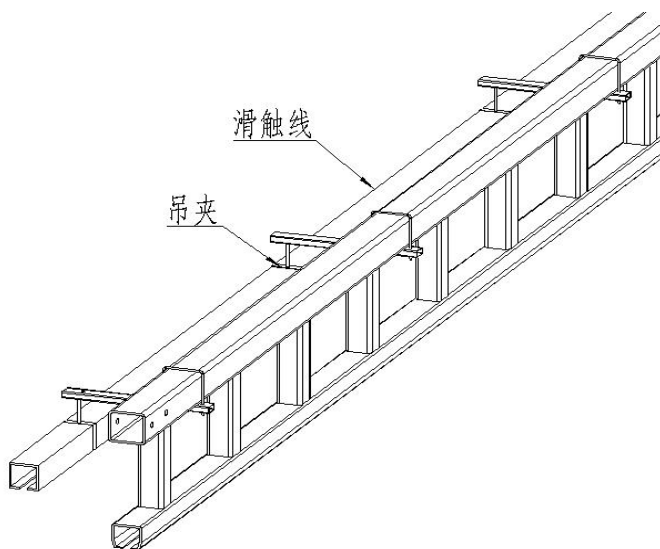

图 9D
9.4 将吊夹滑套在滑触线上，依次固定在滑触线安装支架另一端（图 9D）。